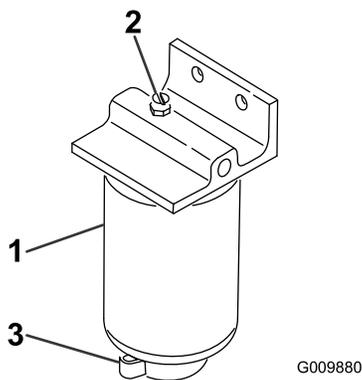

Рисунок 55
2. Открутите сливной кран в днище стакана фильтра (**Рисунок 55**).
1. Очистите область крепления стакана фильтра (Рисунок 55).